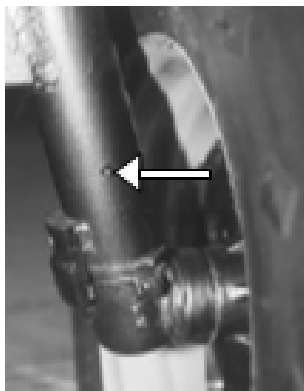

Fig. 87
1. Eje delantero del lado izquierdo y lado derecho (Fig. 87) - **2 puntos**